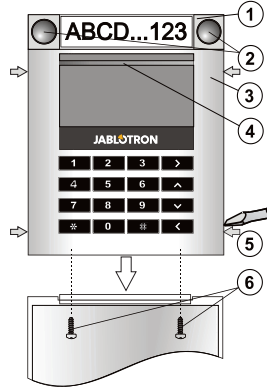

Рисунок: 1 – контрольный сегмент; 2 – кнопки сегмента; 3 – модуль клавиатуры; 4 – клавиша активации подсветки; 5 – защелки для открытия; 6 – винты крышки;
- Последовательно нажмите на защелки (5) на сторонах (см.рис. 1) и извлеките модуль из пластикового основания.
- Подключите кабель шины к терминалам (10).